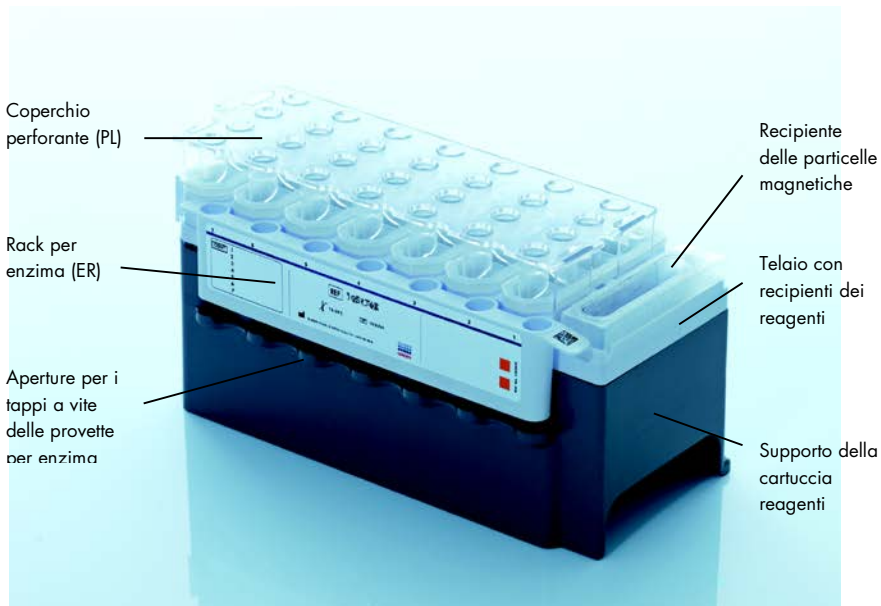

Figura 2. Cartuccia reagenti QIASymphony (RC). La cartuccia reagenti (RC) contiene tutti i reagenti necessari per l'esecuzione del protocollo
I reagenti per la purificazione del DNA sono contenuti in un'innovativa cartuccia reagenti (RC) (Figura 2). Ciascun recipiente della cartuccia reagenti (RC) contiene un particolare reagente, vale a dire particelle magnetiche, tampone di lisi, tampone di lavaggio oppure tampone di eluizione. Le cartucce reagenti (RC) utilizzate solo parzialmente possono essere richiuse con le Strisce Sigillanti Riutilizzabili per consentire un riutilizzo successivo della cartuccia ed evitare la produzione di scarti a causa dei reagenti rimasti al termine della procedura di purificazione.
Prima di avviare la procedura, accertarsi che le particelle magnetiche siano completamente risospese. Rimuovere il recipiente delle particelle magnetiche dal telaio della cartuccia reagenti, agitarlo vigorosamente su Vortex per almeno 3 minuti e riposizionarlo nel telaio della cartuccia reagenti prima dell'uso. Collocare la cartuccia reagenti (RC) sul relativo supporto. Collocare il rack per enzima (ER) sul supporto della cartuccia reagenti. Prima di utilizzare una cartuccia reagenti (RC) per la prima volta, posizionare il coperchio perforante (PL) sulla cartuccia reagenti (RC) (Figura 2, precedente).
Dopo aver tolto il coperchio del recipiente delle particelle magnetiche e aperto le provette del rack per enzima (i tappi a vite possono essere conservati nelle apposite aperture, vedere Figura 2 sopra), si procede caricando la cartuccia reagenti (RC) nel cassetto "Reagents and Consumables".